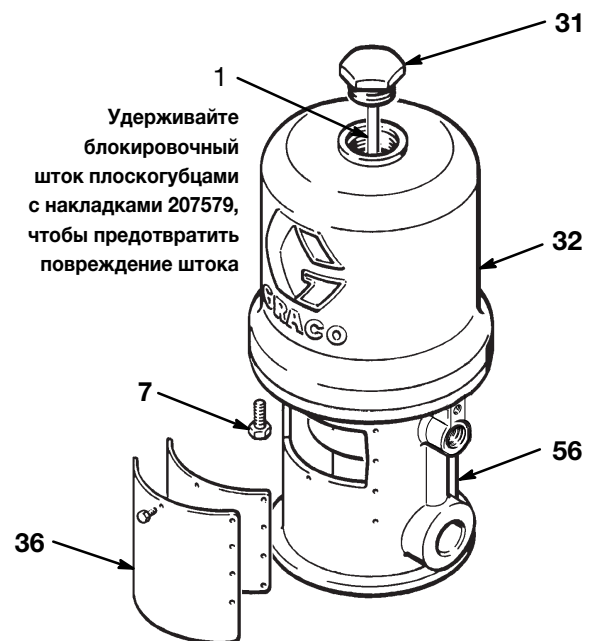

Рис. 4
4. Вручную поднимите поршневой шток, чтобы переместить поршневой блок в верхнее положение хода поршня. Отвинтите накидную гайку цилиндра (31) от цилиндра (32). Потяните за колпачковую гайку. Захватите тягу переключения (1) с помощью плоскогубцев с накладками 207579 и отвинтите накидную гайку от тяги (Рис. 4).
5. Извлеките восемь винтов (7), которыми цилиндр (32) крепится к основанию (56). Осторожно снимите цилиндр с поршня, потянув цилиндр *прямо вверх* (Рис. 4).